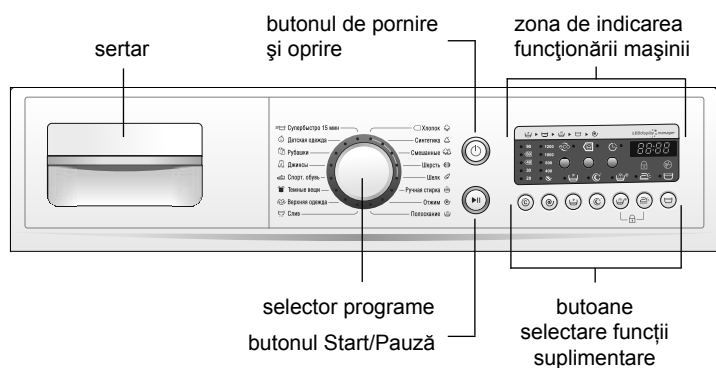

Figura 1 — Panou de control
1.1.1 Elementele de gestionarea mașinii sunt amplasate pe panoul de control așa cum este indicat în Figura 1.